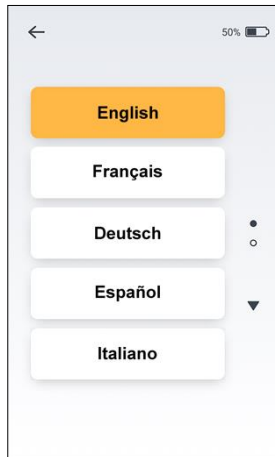

Рис. 14
- Выберите нужный язык из списка доступных языков — см. рис. 14.